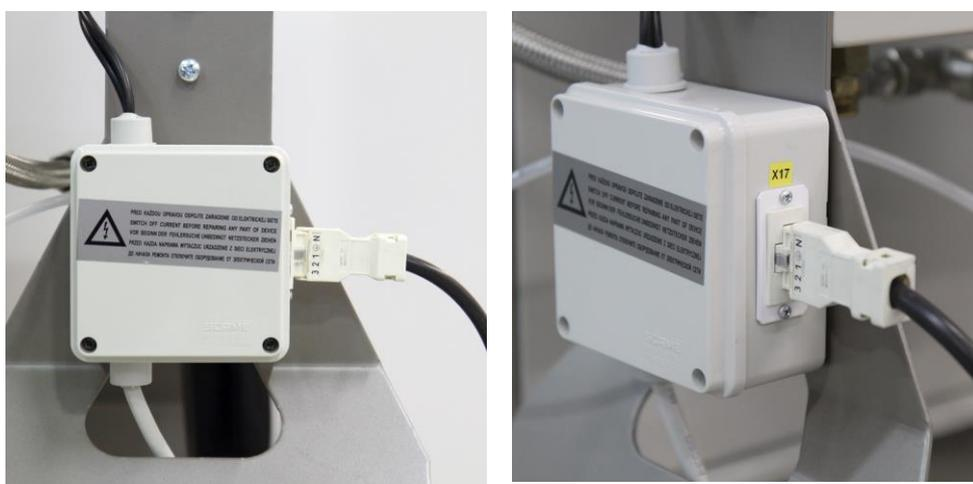

Рис. 14
- Подключите модуль компрессора к модулю осушителя с помощью кабеля W22 (Рис. 14).